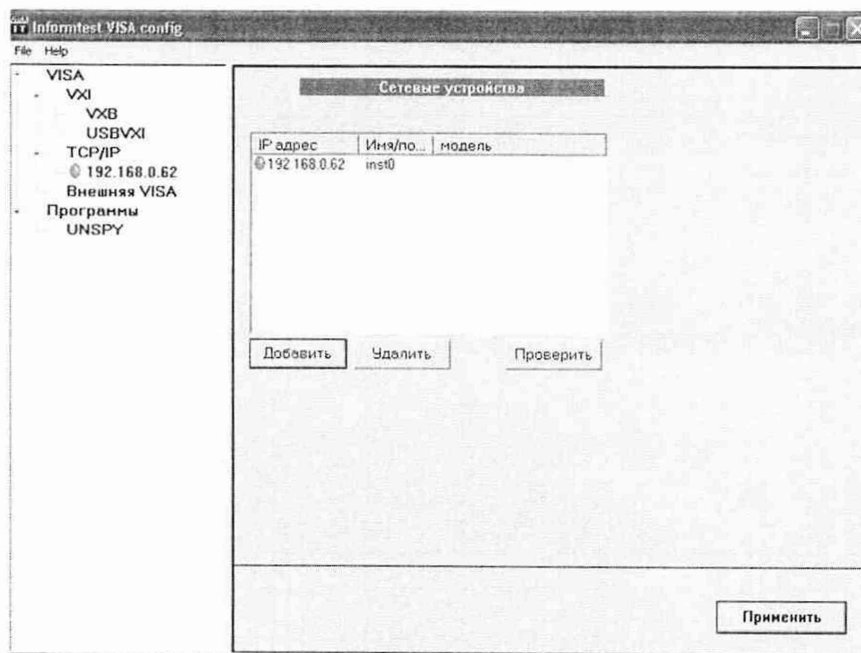

Рисунок 10 - Программная вкладка TCP/IP после добавления устройства
2.2.9.4 Выбираем нужное нам устройство, поставив галочку рядом с IP-адресом устройства, и нажимаем кнопку - «Ввести». В окне Informtest VISA config должно отобразиться данное устройство в поле TCP/IP (см. рисунок 10).